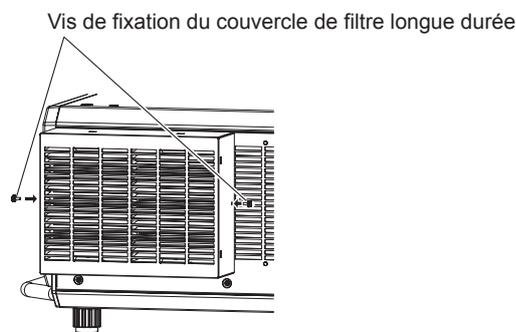

Fig. 2
2) Fixez le couvercle de filtre longue durée. (Fig. 2)